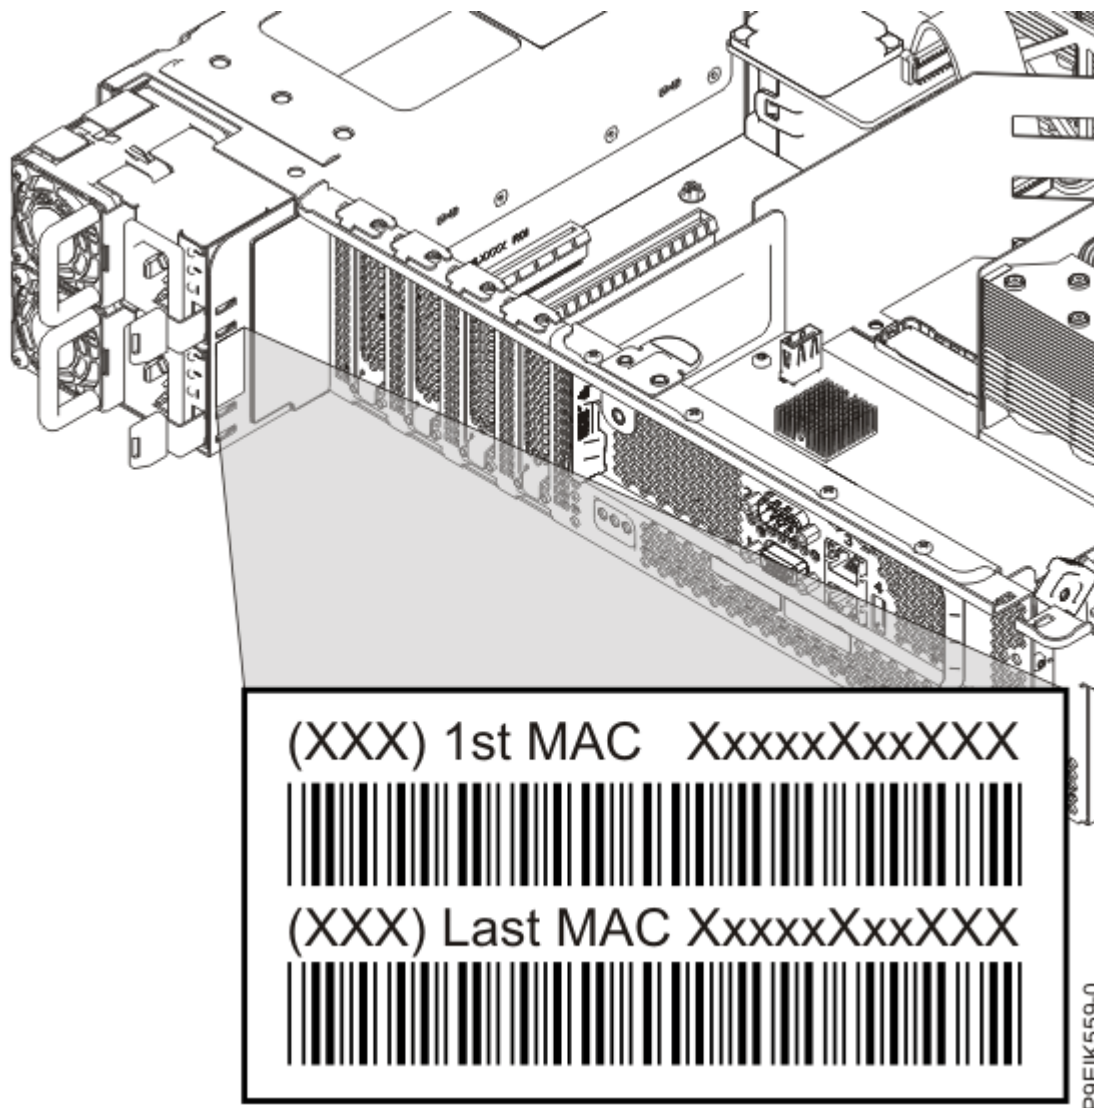

Figura 4. Colocación de la etiqueta de la dirección MAC nueva
8. Ponga la etiqueta de la dirección MAC nueva sobre la etiqueta anterior en el alojamiento de la fuente de alimentación del chasis, tal como se muestra en la Figura 4 en la página 7.